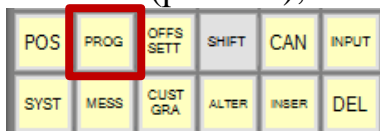

Рис.108. Кнопка «PROGRAM»
10. Перейти в меню «PROGRAM» (рис.108);
14. Перейти в меню «PROG» (рис.108);
2. Перейти в меню «PROG» (рис.108);